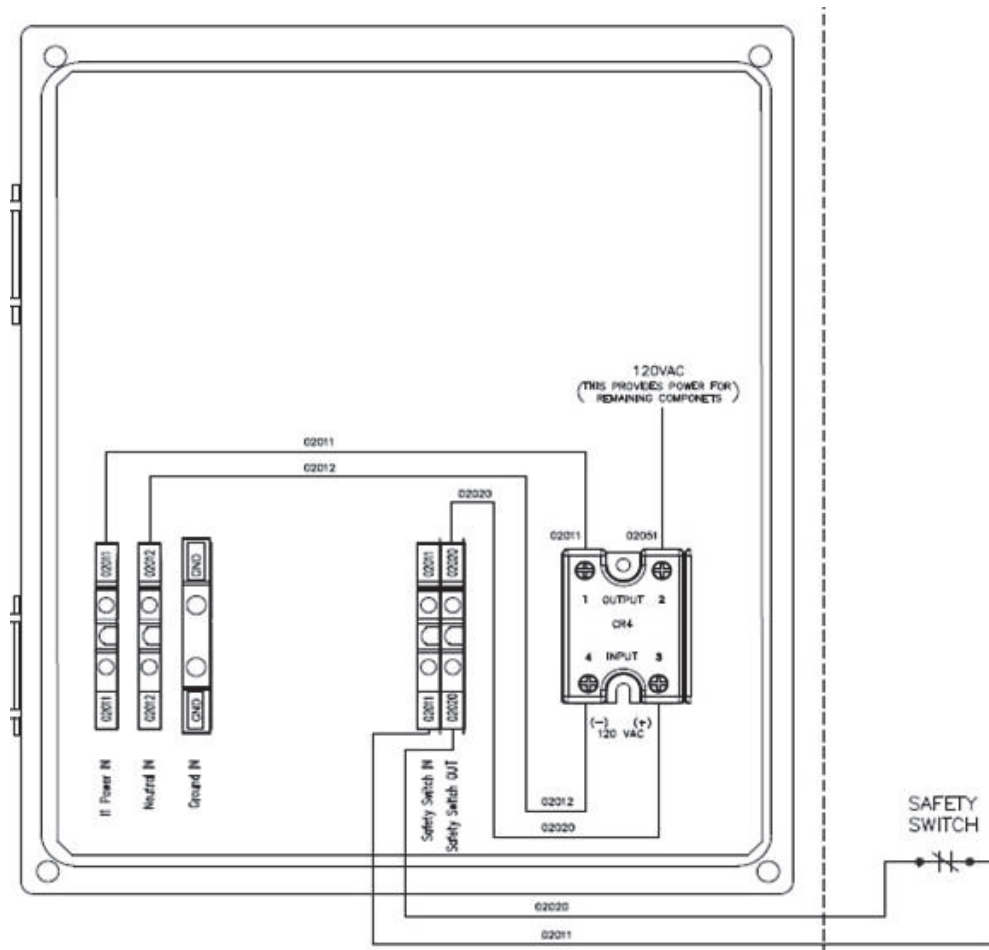

Figura 8-4: Diagrama del circuito de alimentación del panel de control VST de 120 VCA
- **Figura 8-4:** El panel se alimenta desde el panel de distribución eléctrica principal y ESO está incorporado en el circuito por los terminales ESO IN y ESO OUT.